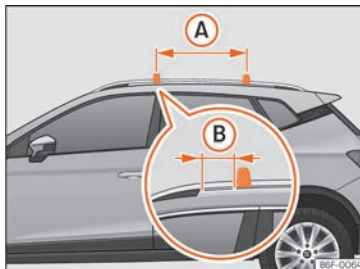

Fig. 114 Puntos de fijación de las barras longitudinales para el portaequipajes del techo.
Las barras transversales se montan en las barras laterales del techo. La distancia entre barras transversales » fig. 114 (A) deberá ser 75 cm y la distancia de las barras transversales con los soportes de las barras laterales del techo (B) deberá ser de 5 cm.